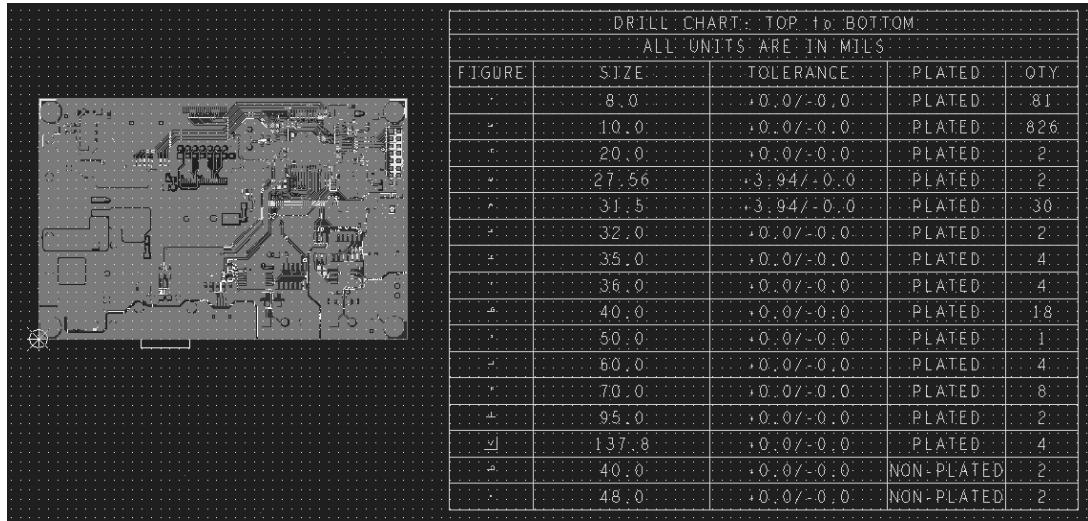

图 12-98 Gerber 文件导入效果图
(3) 转换过程中会出现 LOG 信息，可以大概浏览下，做到心中有数，方便后续检查。Gerber 文件导入效果图如图 12-98 所示。